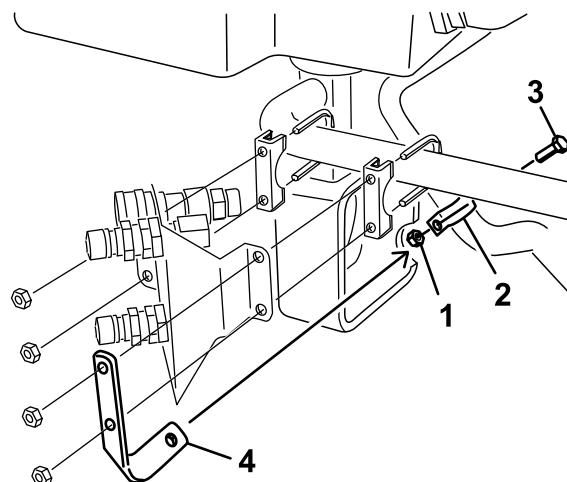
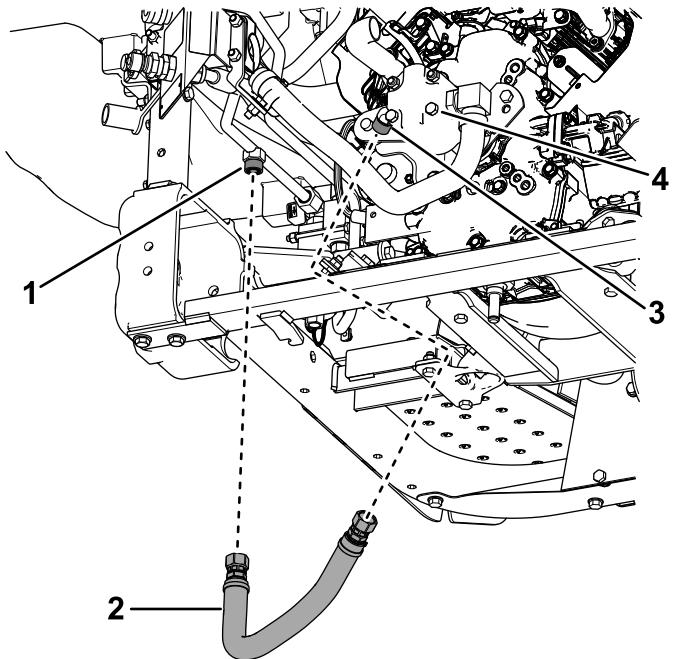
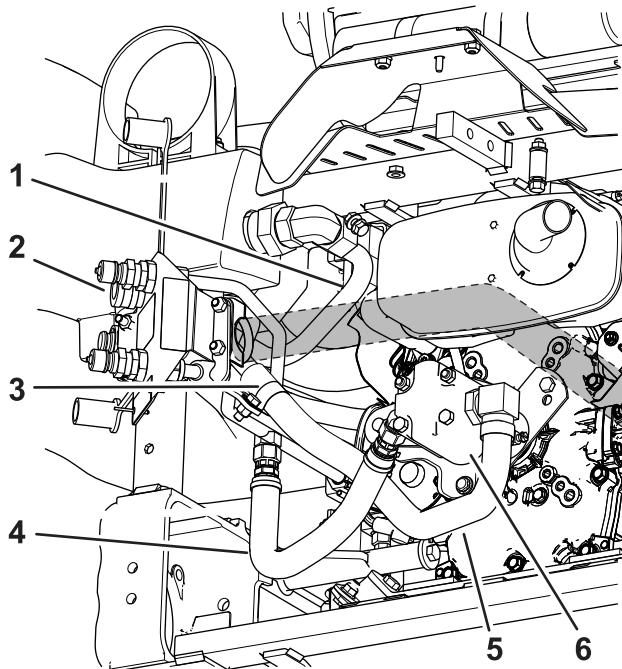

Figura 27
Figura 29
Figura 30
6. Instale una abrazadera en R sobre la manguera hidráulica grande, tal y como se muestra en la Figura 27 y en la Figura 30.
7. Instale la abrazadera en R en el soporte de retención con un perno (5/16" x 7/8") y una tuerca (5/16"); consulte Figura 27.
9. Instale la manguera hidráulica con los acoplamientos en el codo de 45° que está conectado a la bomba hidráulica (Figura 29 y Figura 30).
10. Consulte en Figura 30 la ubicación correcta de las mangueras y de los tubos hidráulicos que van a la bomba hidráulica.